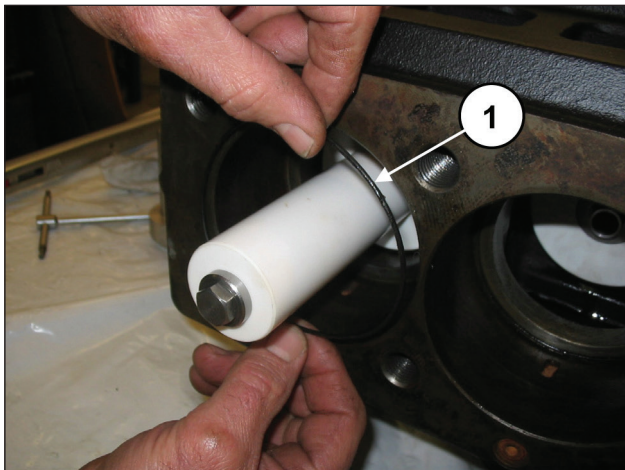
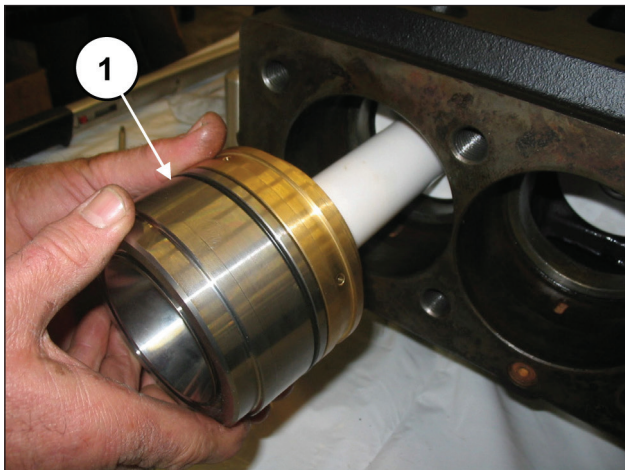

Рис. 149
Рис. 150
Вставьте уплотнительное кольцо в картер насоса (поз. ①, Рис. 149), а затем вставьте до упора предварительно собранный узел рубашки-опоры уплотнений (вместе с соответствующим уплотнительным кольцом) (поз. ①, Рис. 150).